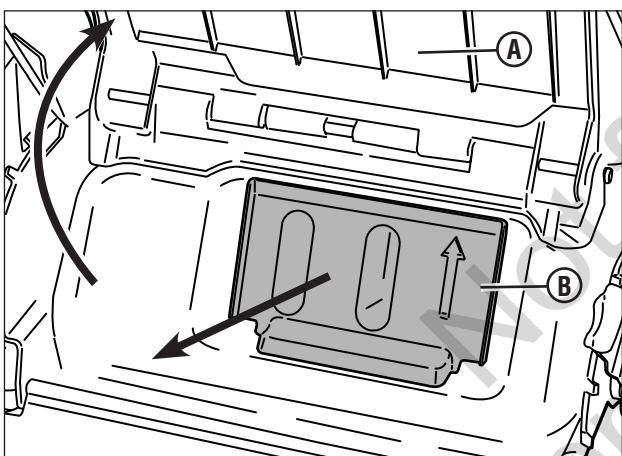

Figure 9 : Dépose du bouchon de déchiquetage
1. Soulever la porte d'éjection arrière (A, Figure 9).
2. Enlever le bouchon de déchiquetage (B) du conduit d'éjection arrière.